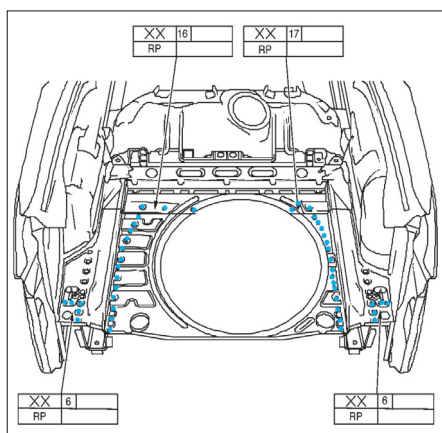

FIG. 138
- Souder le plancher (fig. 138).